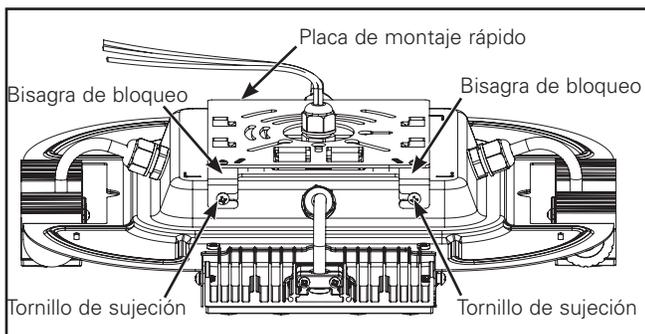

Figura 1.
1. Afloje (no extraiga) los dos tornillos de sujeción (Figura 1). Balancee las bisagras de sujeción hacia la derecha o la izquierda hasta que se detengan.